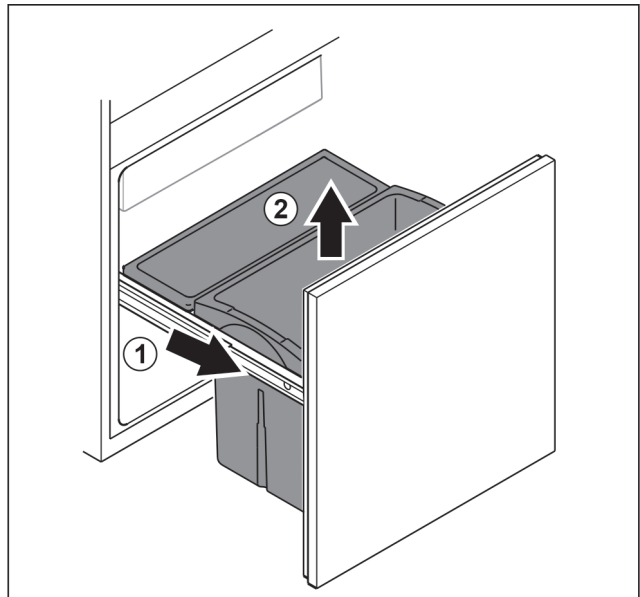

Fig. 153
- Tirer le chariot coulissant jusqu'en butée. Fig. 153 (1)
- Retirer le tiroir par le haut. Fig. 153 (2)